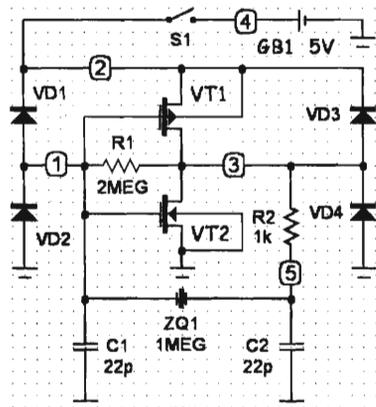

Рис.22
1. Создать новую схему: «Файл-Создать-Схемный файл (.cir)-Да». Расставить на поле элементы, как показано на рис.22 и в табл.2. Провести линии электрической связи, нажав пиктограммы «Ортогональный проводник» и «Резиновые проводники».
Фирмы-изготовители МК подробную электрическую схему генераторного узла в даташитах не рисуют. Исключение - фирма «Philips», которая в документе [7] привела схему, очень похожую на рис. 22. Чтобы понять, насколько она близка к реальности, следует включить последовательно с кварцевым ре-
Компоненты на рис.22	Частота кварцевого резонатора ZQ1 (параметр F0=)
Компоненты на рис.22	Частота керамического резонатора ZQ1 (параметр F0=)